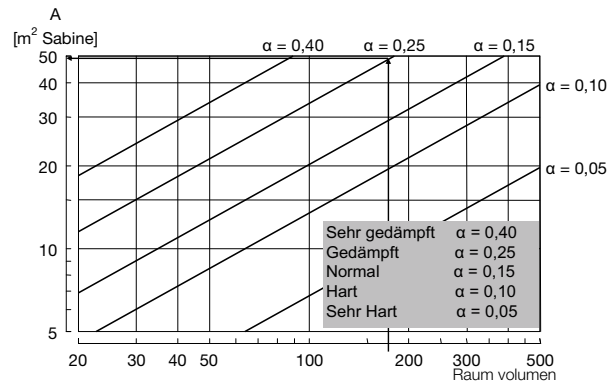
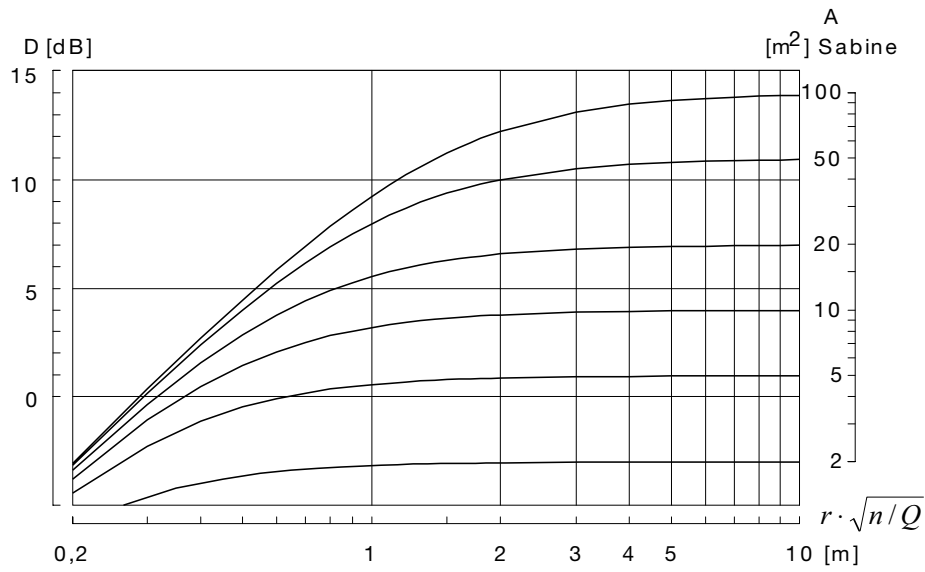

Abb. 14: Verhältnis zwischen dem Raumvolumen und der gleichwertigen Schallabsorptionsfläche
Abbildung 16: Raumdämpfung als Funktion des Absorptionsbereichs und der Anzahl der Schallquellen.
Sind die Schallquellen und der Absorptionsbereich des Raumes bekannt, wird die Raumdämpfung durch Abbildung 14, Abbildung 15 und Abb. 16 bei einer oder mehreren identischen Schallquellen im Raum bestimmt.
In einem Raum mit den Abmessungen  $L \times B \times H = 10 \text{ m} \times 7 \text{ m} \times 2,5 \text{ m}$  sind vier Durchlässe in die Decke eingebaut. Jeder Durchlass gibt einen Schalleistungspegel von 29 dB(A) ab. Der Raum ist gedämpft, was einen Absorptionsbereich von  $A \sim 50 \text{ m}^2 \text{ SABINE}$  ergibt (Abbildung 14). Wie hoch ist der Schalldruckpegel 1,5 m über dem Boden.
In der Höhe von 1,5 m über dem Boden beträgt der Abstand zum nächsten Durchlass  $r = 1 \text{ m}$ , und daher kann für die Raumdämpfung  $D = 9 \text{ dB}$  ermittelt werden - siehe Abbildung 16.